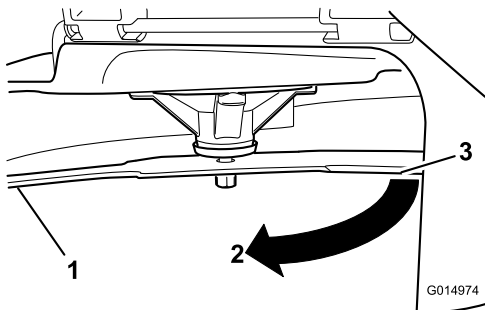

Figura 59
3. Segunda distância medida entre a lâmina e a superfície (B)
4. Rode a mesma lâmina 180 graus para que a extremidade de corte oposta fique na mesma posição (**Figura 59**).